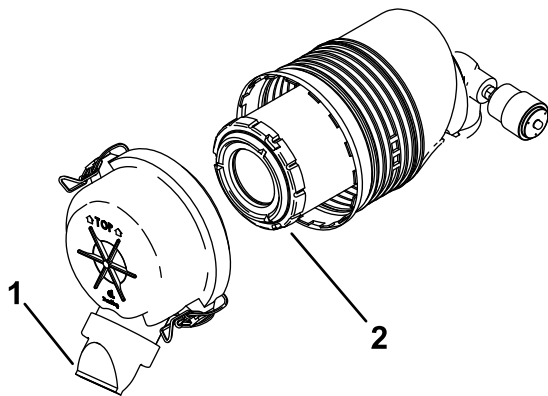

Figure 43
5. Reposez le couvercle du filtre à air, le capuchon protecteur orienté en bas comme indiqué à la Figure 43, et fermez les attaches.